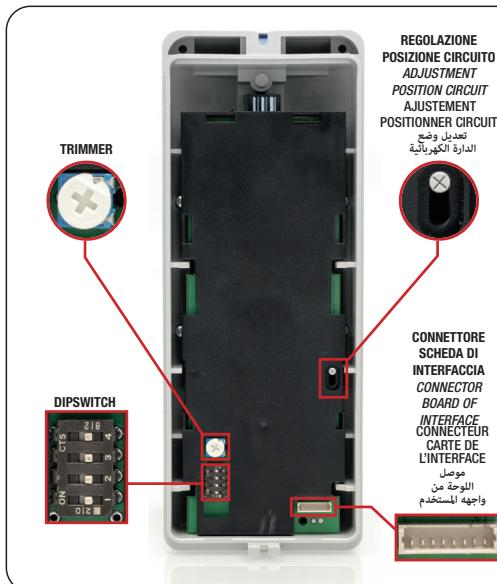

Fig. 6a
Pour régler la portée du détecteur, utilisez le trimmer situé sous le détecteur (Fig.6A). Tourner le trimmer dans le sens des aiguilles d'une montre augmentera la portée ; la portée minimale possible est d'environ 3 mètres, tandis que la portée maximale garantie est de 12 mètres. Pour régler la portée, simulez l'intrusion à la distance maximale souhaitée et réglez le trimmer pour qu'elle soit détectée à partir du point souhaité.
1. vérifier que la portée micro-ondes est au maximum (à l'aide du potentiomètre de réglage FIG.6A) tourné à fond dans le sens des aiguilles d'une montre ;
- si seule la LED ROUGE est affichée, le détecteur est pointé trop haut par rapport au sol (Fig.3C), faites coulisser le circuit du capteur à l'aide de la vis appropriée (Fig.6A) ;
- si seule la LED JAUNE est affichée, le détecteur est pointé trop bas par rapport au sol (Fig.3B), faites coulisser le circuit du capteur à l'aide de la vis appropriée (Fig.6A) ;
3. Après avoir vérifié que les LED JAUNE et ROUGE sont allumées en même temps, régler le micro-ondes (à l'aide du potentiomètre de réglage FIG.6A) pour limiter la zone de couverture à la distance souhaitée.